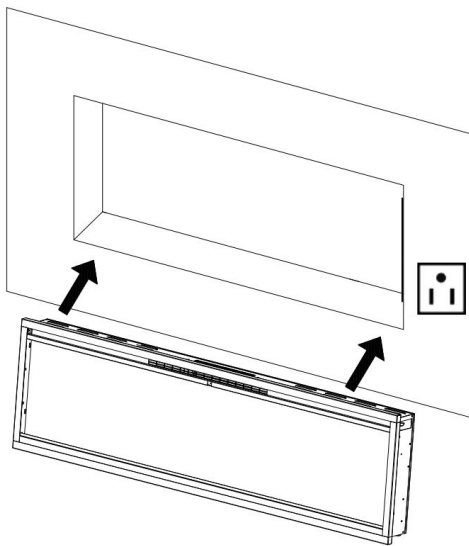

Fig. 2-1
2. Lassen Sie den Kamin von zwei erwachsenen Personen anheben und in den Einbaurahmen einsetzen. Befestigen Sie ihn dann mit **2** Holzschrauben (**B**) durch die Löcher (**Abb. 2-1**, **Abb. 2-2**).